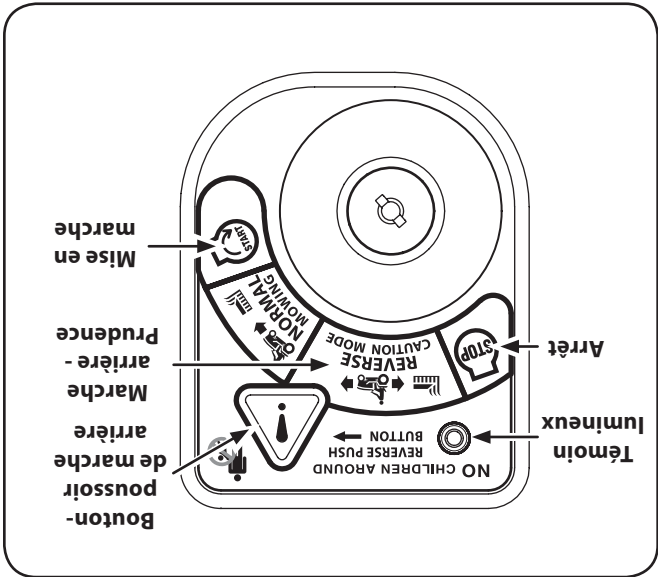

Figure 5-2
3. Appuyez sur le BOUTON-POUSSOIR DE MARCHE ARRIÈRE (Bouton triangulaire orange) dans le coin supérieur droit du module d'allumage. Le témoin lumineux rouge dans le coin supérieur gauche s'allume quand la marche arrière est embrayée. Voir la Figure 5-2.